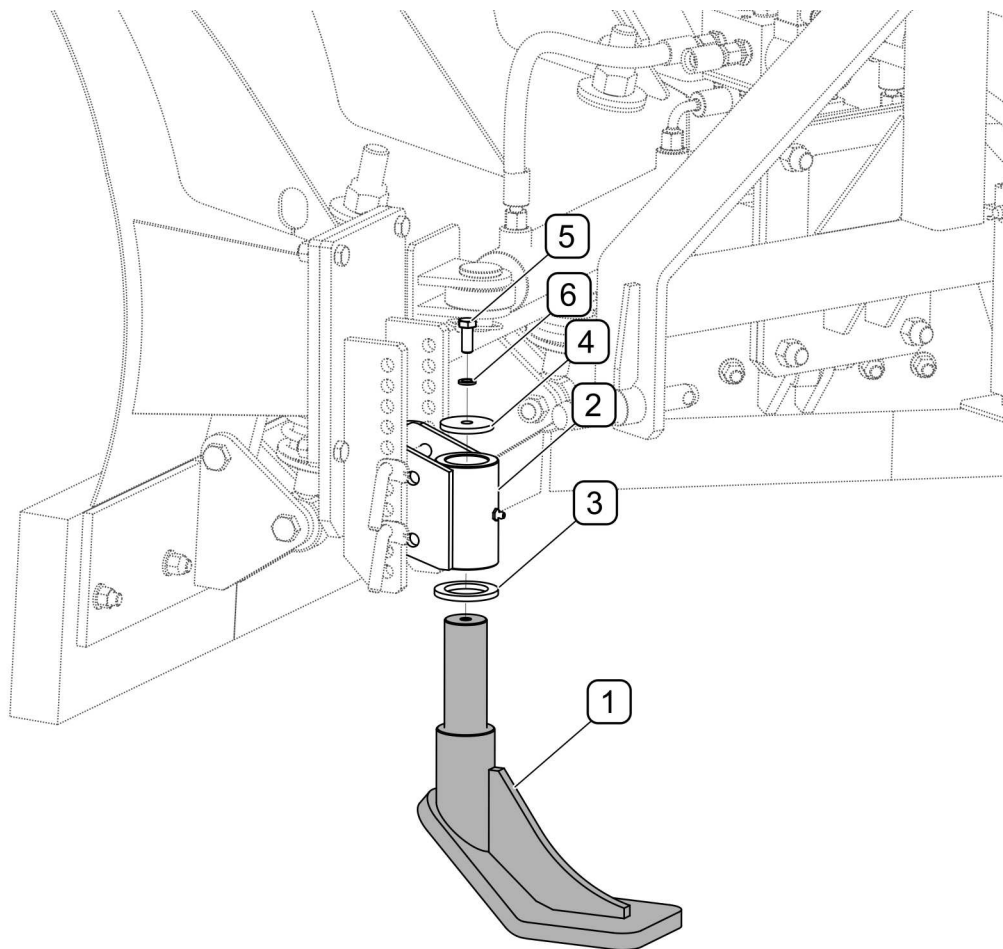

FIG 5.2 Udskiftning af glideplader (valgmulighed)
Er dele af glidepladen for slidte eller defekte skal de udskiftes med nye (FIG 5.2). For at kunne gøre dette løftes plogen og den understøttes vha. understøtninger, der kendetegnes ved tilstrækkelig stabilitet og styrke. Er plogen ophængt og løftet på det forreste 3-punktsophæng skal den derudover sikres for at forhindre nedsænkning og traktoren skal bremses (motoren slukkes og parkeringsbremsen aktiveres). Skruen (5) skrues af og foden (1) skubbes ud af udtaget (2). Foden og de øvrige elementer kontrolleres mhp. beskadigelser eller overdreven slitage. For en fortegnelse over glidepladens driftselementer inkl. varenumre henvises til TABEL 5.3.